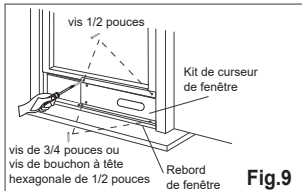

Fig.9
3. Fermez le châssis de la fenêtre contre le kit du curseur de fenêtre. (Fig.9)
4. Utilisez deux vis de 1/2 pouces pour fixer le kit du curseur de fenêtre au châssis de la fenêtre. (Fig.9)
5. Fixez le kit du curseur de fenêtre au rebord de la fenêtre (Fig.9) :